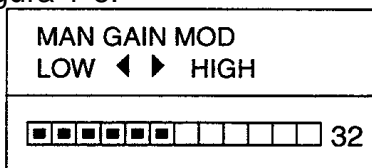

Figura 1-6 Cuadro para el ajuste manual de la ganancia
2. Pulsar la tecla [GAIN] una o dos veces para presentar en pantalla el cuadro de la Figura 1-6.